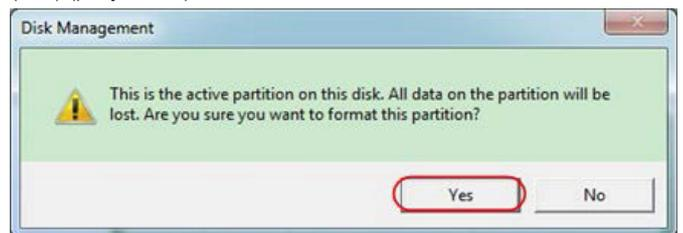

Рисунок 18. Диалоговое окно подтверждения команды на форматирование USB-диска
- 4) Щелкните правой кнопкой мыши по области, отмеченной красной меткой 1 или 2 и выберите команду «Форматировать» (Format). В открывшемся диалоговом окне щелкните по кнопке «Да» (Yes) (рисунок 18).